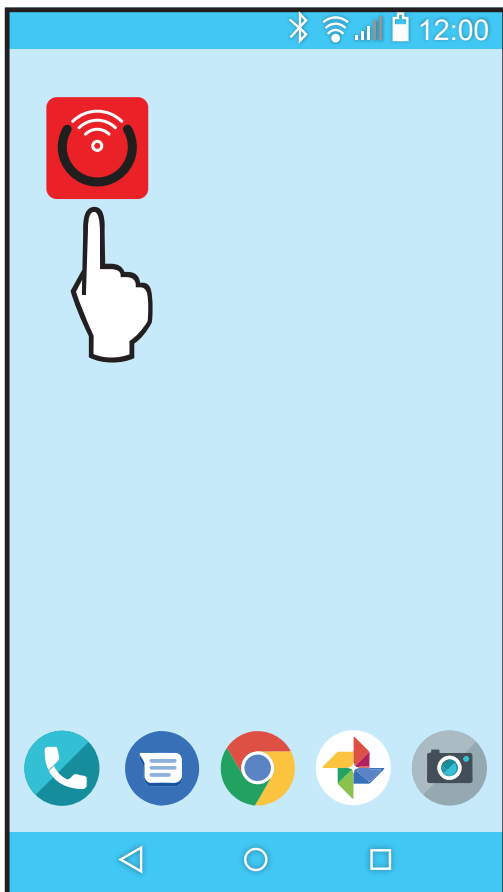

Figure 74. Rechercher l'icône de l'application mobile Raymote
2. Recherchez l'icône de l'application mobile Raymote sur votre appareil. Voir **Figure 74**.